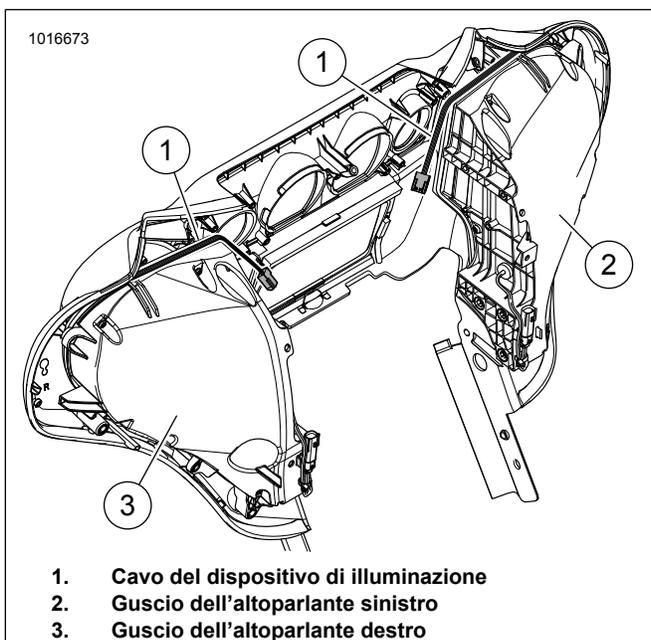

Figura 5. Carenatura FLH
8. Vedere la figura 5. Fare passare il cavo del dispositivo di illuminazione (1) nel modo illustrato. Fissare il cavo con la fascetta fermacavi.